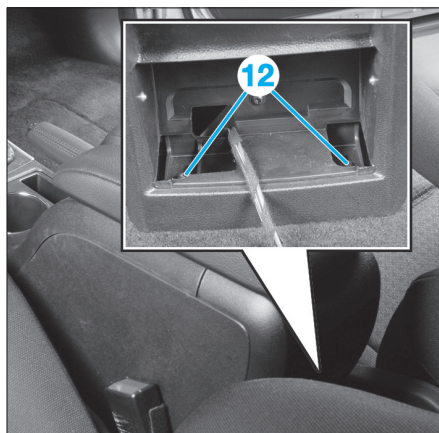

FIG. 11
- Déposer les vis (12) (Fig.11).